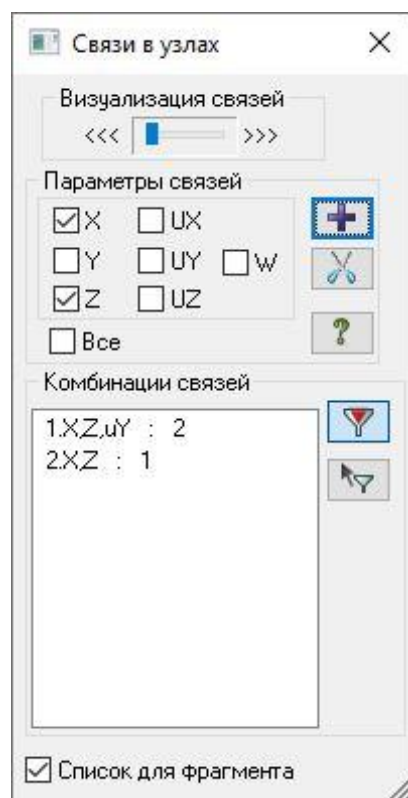

Рис.1.7. Диалоговое окно **Связи в узлах**
- Щелчком по кнопке  – **Связи** (панель **Жесткости и связи** на вкладке **Создание и редактирование**) вызовите диалоговое окно **Связи в узлах** (рис.1.7).